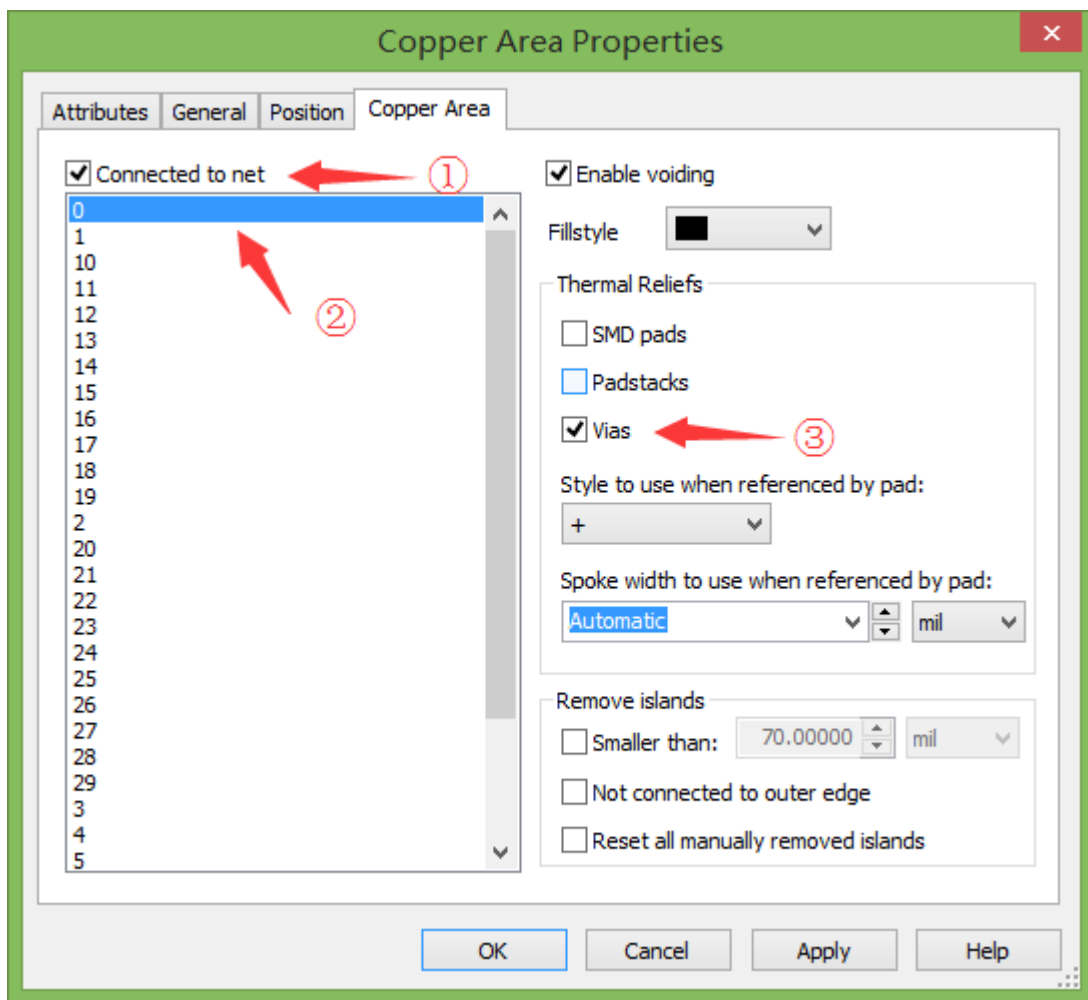

图 3.4-5 敷铜属性设置
4)、双击敷铜，在弹出的属性对话框中选中 Copper Area 选项卡，在页面中勾选 “Connected to net”，然后在列表框中选择地网络标号（一般默认为 0），再勾选 Thermal Reliefs 中的 “Vias”，最后点击 “Apply” 按钮，如图 3.4-5 所示。